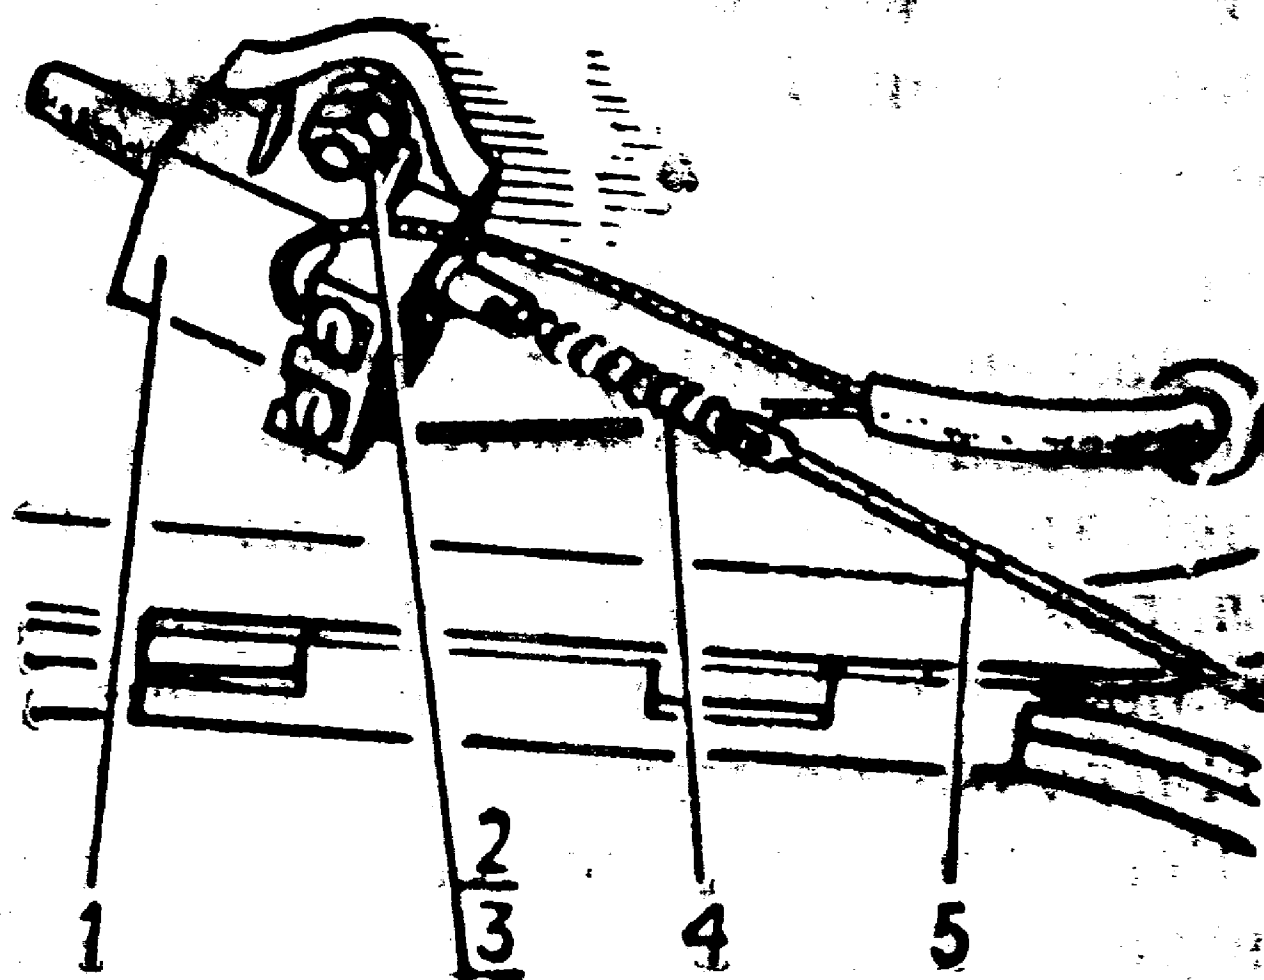

Рис. 35. Регулировка выключателя стоп-сигнала:
5.4.11. Выключатели стоп-сигнала тормозов переднего и заднего колес служат для включения светового сигнала при торможении мотоцикла. Регулировку момента включения сигнала в случае изменения положения рычага тормоза заднего колеса производить путем перемещения выключателя 1 (рис. 35) при ослабленном